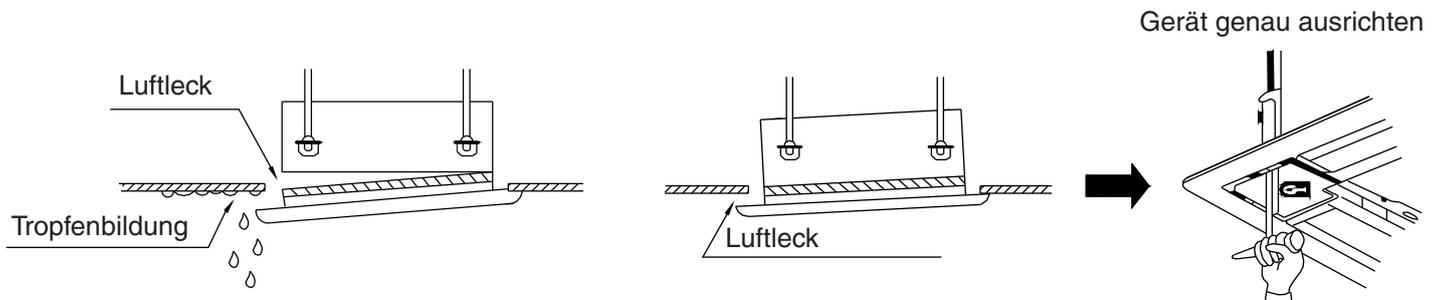

Bild 37: Gerät richtig ausrichten
- Gerät waagrecht ausrichten, das Innengerät muss vollständig von der Blende umschlossen werden, damit keine Luftlecks entstehen (siehe Bild 37)